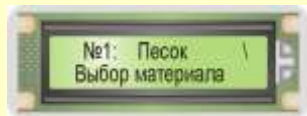

Рис. 1.1. Вид ЖКИ БУК в режиме «Выбор материала»
1.2. На цифровой клавиатуре БУК нажать кнопку «ВЫБ.» (при этом влагомер перейдет в режим «ВЫБОР»), вид ЖКИ БУК приведен на рис. 1.1.